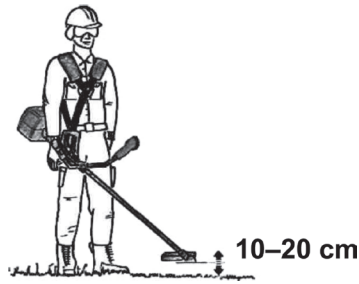

Рисунок 8. Регулювання наплічного паскового підвісу.
- послабити кріплення скоби (10, рис. 1) і відрегулювати її рухом вгору-вниз до оптимального балансу мотокоси. Балансування мотокоси та регулювання пасків підвісу виконано вірно, коли ріжучий інструмент розташований на відстані 10–20 см від поверхні землі (див. рис. 8);